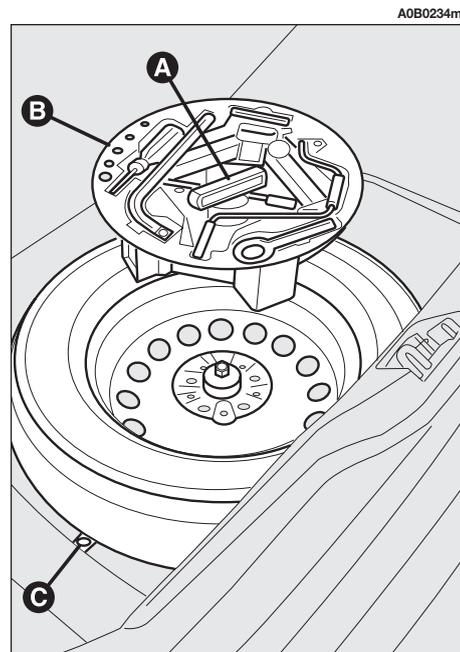

fig. 2
- Svitare il dispositivo di bloccaggio (maniglia) (**A-fig. 2**).
– sistemare il contenitore degli attrezzi sul ruotino e fissare il tutto con il dispositivo di bloccaggio (**A-fig. 2**).